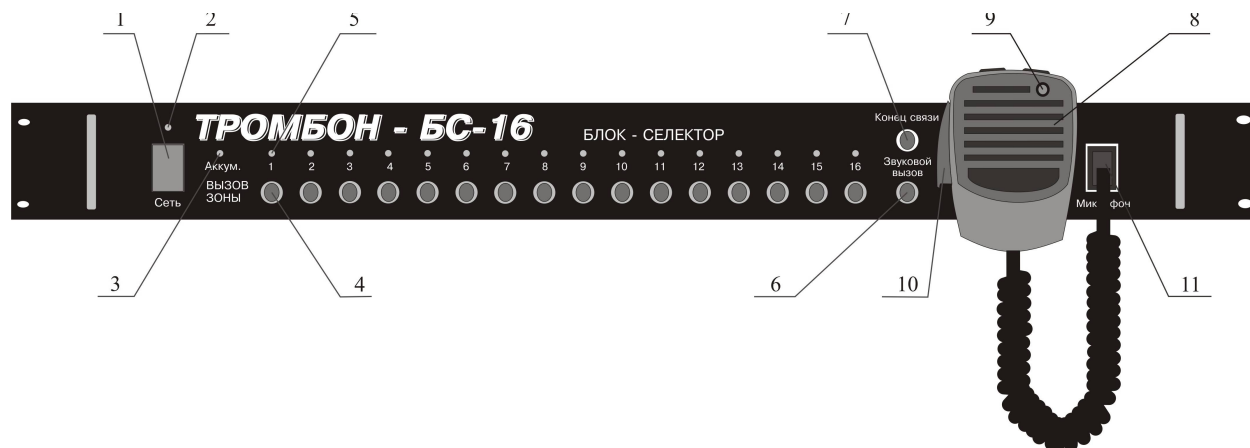

Рисунок 2 - Внешний вид Блока-селектора «Тромбон-БС-16» .
4.1. Внешний вид главного блока «Тромбон-БС-16» представлен на рис. 2.